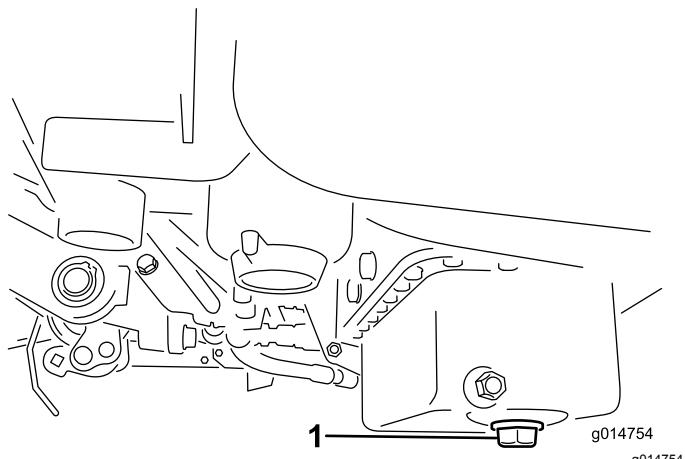

図 39
- ドレンプラグを外してオイルを容器に受ける。オイルが抜けたらドレンプラグを取り付ける図 39。